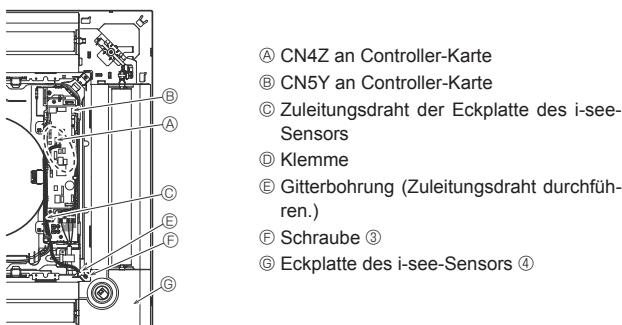
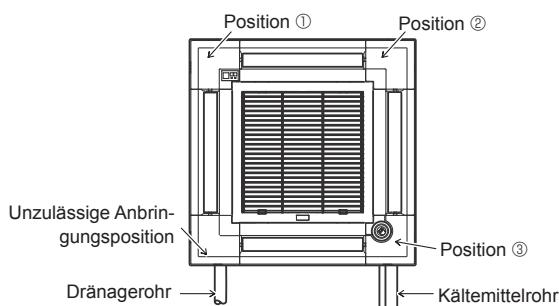

Fig. 9-10
Fig. 9-11
- Die Eckplatte des Signalempfängers kann nicht auf der Dränergerohrseite für das Hauptgerät angebracht werden. (Siehe Fig. 9-11)
9.4.6. Anbringen der Eckplatte des i-see-Sensors (Fig. 9-10)
- Die Klemme des Zuleitungsdrahts (weiß, 4-polig und weiß, 5-polig) der Eckplatte des i-See-Sensors ④ von der Seite des Elektrokastens am Hauptgerät aus verlegen und mit der Klemme CN4Z und CN5Y an der Controller-Karte verbinden.
- Die Eckplatte des i-see-Sensors sollte mit Schraube ③ am Gitter ① befestigt werden.
- * Wenn die Position des i-see-Sensors aus der Standardposition (Position ③) geändert wurde, müssen auch die Funktionseinstellungen geändert werden. (Siehe Seite 32 und Fig. 9-11)
- Die Eckplatte des i-see-Sensors kann nicht auf der Dränergerohrseite für das Hauptgerät angebracht werden. (Siehe Fig. 9-11)